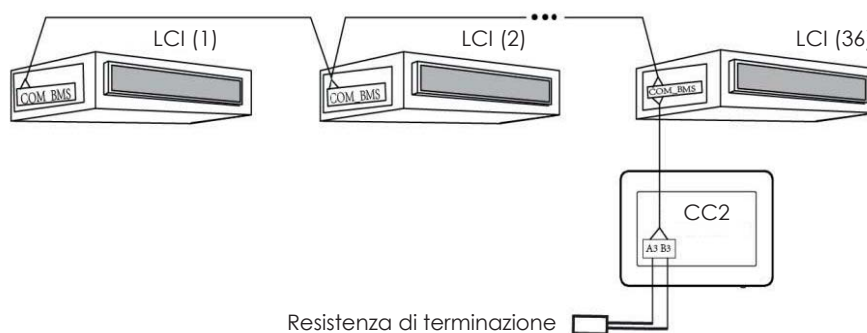

Fig. 3.7 Controller centralizzato collegato a sistemi LCI
2. Collegare (utilizzando un cavo con le caratteristiche specificate nel paragrafo 3.1) i morsetti A3 e B3 sul controller, alla porta COM_BMS sull'unità interna (le unità interne LCI possiedono due porte COM_BMS una per la comunicazione delle unità interne ed una utilizzabile per il collegamento del controller centralizzato); si ricorda che è necessario collegare la resistenza di terminazione come illustrato nello schema riportato in Fig. 3.7;